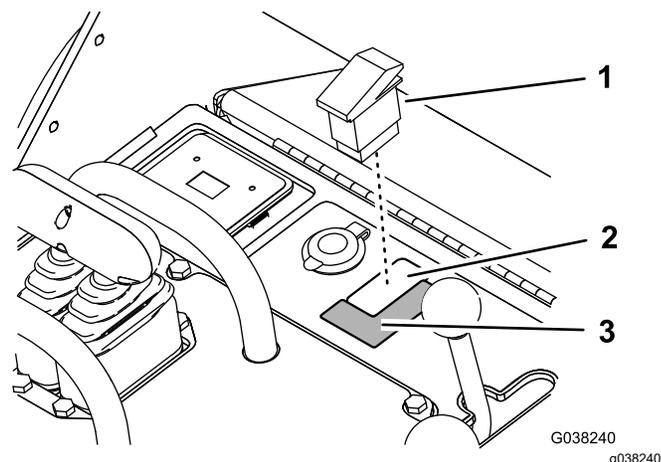

Рисунок 28
2. Если на наклейке пульта не изображены символы кролика и черепахи рядом с переключателем, прикрепите наклейку из комплекта (Рисунок 28).
1. Удалите заглушку с пульта и установите переключатель (Рисунок 28).